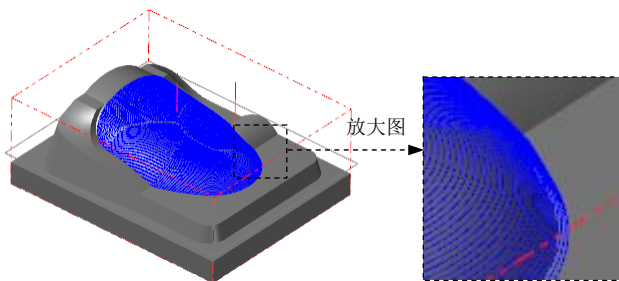

图 17.21 刀具路径
Step7. 单击“曲面精加工环绕等距”对话框中的  按钮，此时系统将自动生成图 17.21 所示的刀具路径。